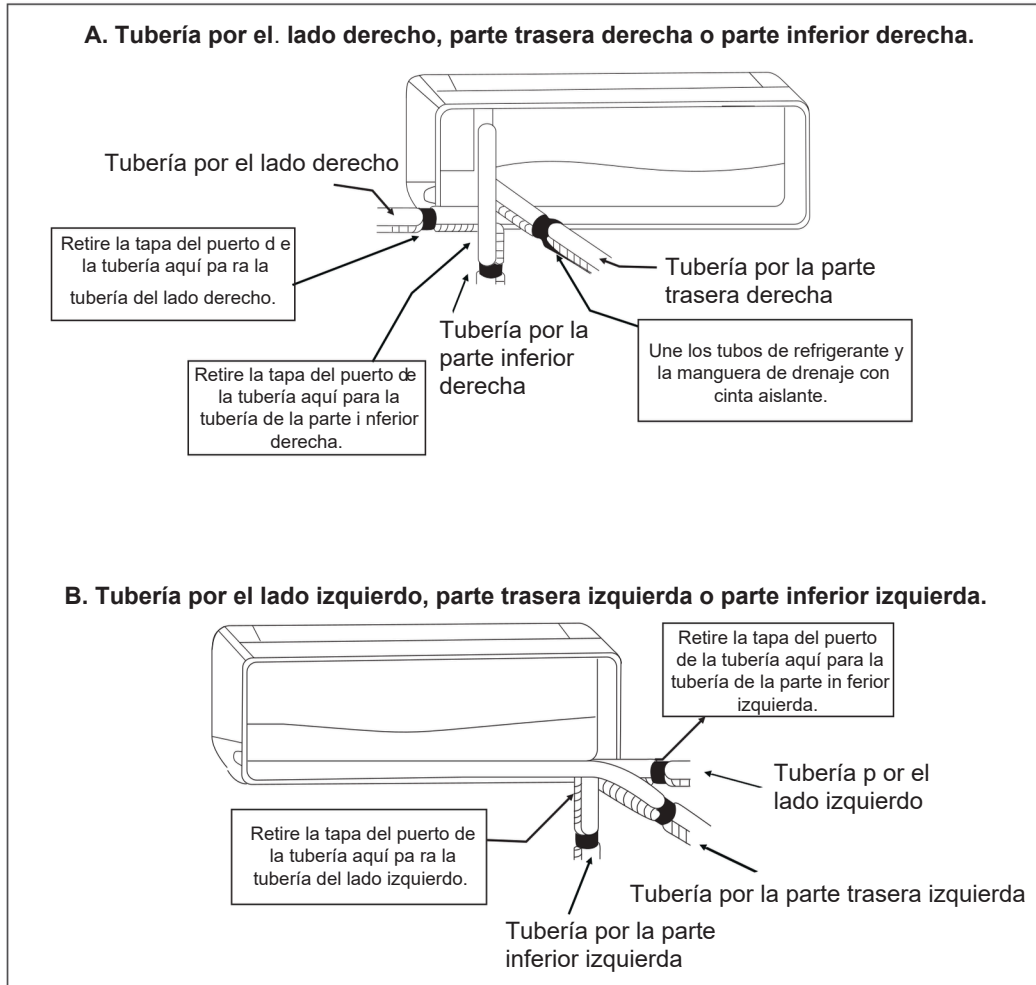

Fig.1
3. Envuelva el cable entre unidades, las tuberías de refrigerante y la manguera de drenaje juntos con cinta aislante. (ver Fig. 1)